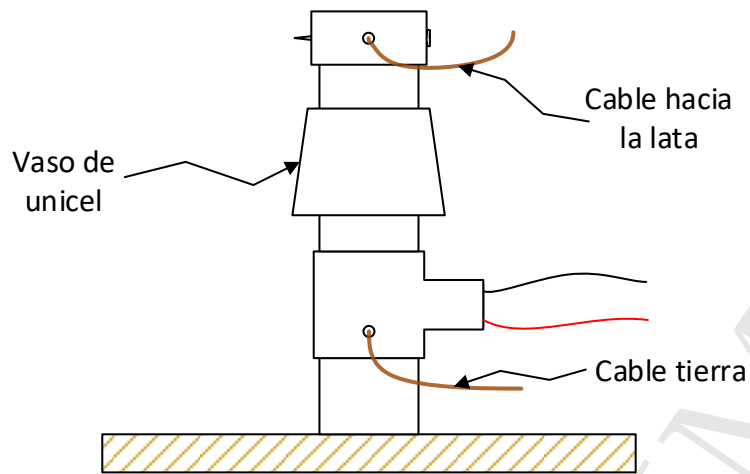

Figura 2: Ubicación de los cables.
8. Realizar un agujero en el acople de PVC tal y como se muestra en la figura 2 y realizamos el procedimiento anterior pero en esta ocasión el otro extremo del cable debe ser conectado al interior de la lata de aluminio.
9. Se corta el vaso de unicel a una altura de 2.5cm desde la base. En la base se corta un círculo cuyo diámetro permita que se inserte en el acople de PVC. El vaso se inserta con la base hacia arriba tal y como se muestra en la figura 2.